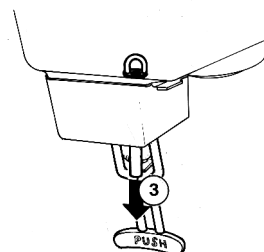

figura 11
- 3 - Tirar (3) ligeramente hacia abajo la extremidad del tubo goma hasta ajustarlo completamente (ver figura 11).